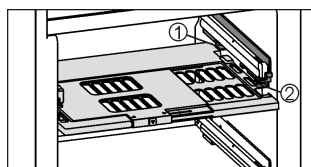

Fig. 22
► Установка пластины регулировки влажности: поперечные ребра крышки на пластине вставить через низ в задний держатель Fig. 22 (1) и защелкнуть спереди на держателе Fig. 22 (2).